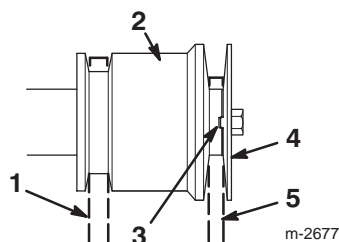

Figure 30
Remarque : Ne pincez pas la courroie d'entraînement de traction (Fig. 30).
- Remontez la poulie à gorge du moteur en prenant soin de bien engager le relief d'indexation dans le creux d'indexation de la poulie du moteur (Fig. 30).
- Fixez la poulie à gorge avec la rondelle, la rondelle-frein et le boulon du vilebrequin (Fig. 30).
Remarque : Ne pincez pas la courroie d'entraînement de tarière/roue hélice (Fig. 30).
Remarque : Contrôlez que le relief d'indexation de la poulie à gorge du moteur est bien engagé dans le creux d'indexation de la poulie du moteur centrale. Ne pincez pas la courroie (Fig. 30).